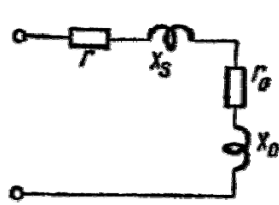

Рис. 1
4. Эквивалентные схемы для реактивной катушки даны на рис. 1 и 2.